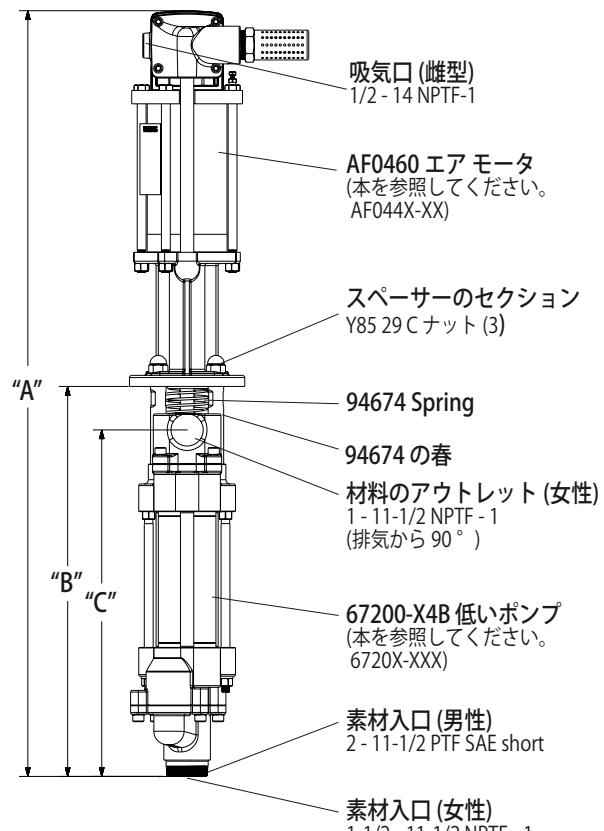

図 1
- (Y85-29-C) 番ナット 3 点を 3 つのスペーサロッドから取り外します(図 1 を参照)。